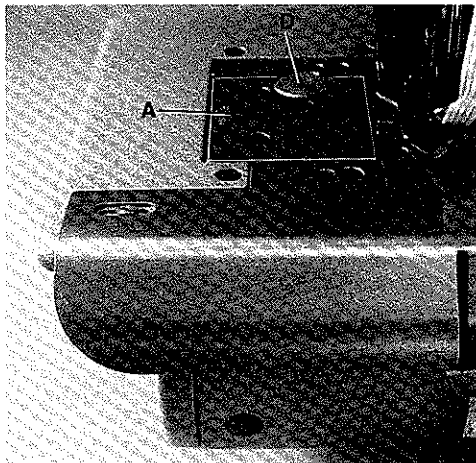
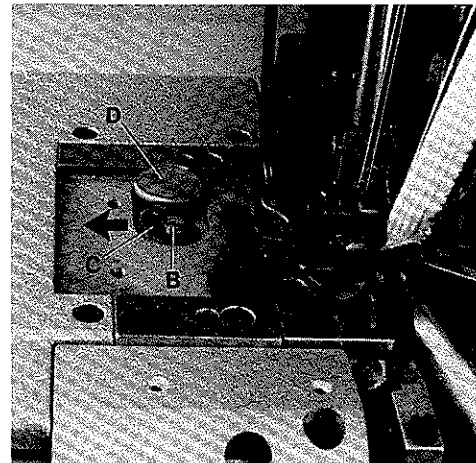
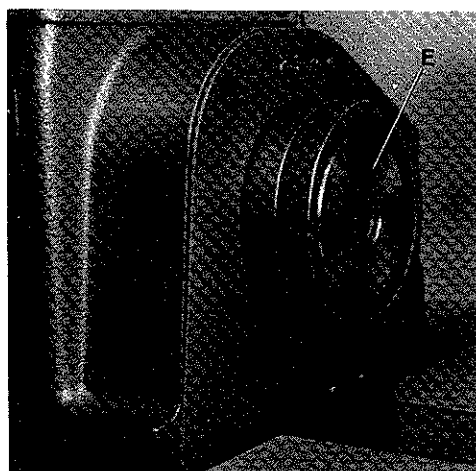

Fig. 33
Fig. 34
Fig. 35
Before the machine leaves the factory, the stitch length change mechanism is locked. After removing cover (A, Fig. 33) and loosening screw (B, Fig. 34) lever (C) can be swung in the direction of the arrow to the left to unlock the stitch length change mechanism. The required hexagon socket wrench is a component of the machine accessories.
The stitch length is changed by slightly pressing push button (D, Fig. 33 and 34) and simultaneously rotating pulley (E, Fig. 35). Within one revolution of the pulley push button (D, Fig. 33) engages and the stitch length change starts. Rotating pulley clockwise shortens the stitch, rotating it counter-clockwise increases the stitch.
Vor dem Versand der Maschine wird die Stichtlängenverstellung blockiert. Entfernt man den Deckel (A, Fig. 33) und löst die Schraube (B, Fig. 34), kann der Hebel (C) in Pfeilrichtung nach links geschwenkt werden und die Arretierung der Stichtlängenverstellung ist aufgehoben. Der benötigte Sechskantschraubendreher ist im Zubehör der Maschine enthalten.
Die Stichtlänge wird durch leichtes Drücken auf den Knopf (D, Fig. 33 und 34) und gleichzeitiges Drehen des Handrades (E, Fig. 35) eingestellt. Nach spätestens einer Umdrehung des Handrades rastet der Knopf (D, Fig. 33) ein und die Stichverstellung beginnt. Drehen des Handrades im Uhrzeigersinn verkleinert den Stich, drehen im Gegenuhrzeigersinn vergrößert ihn.